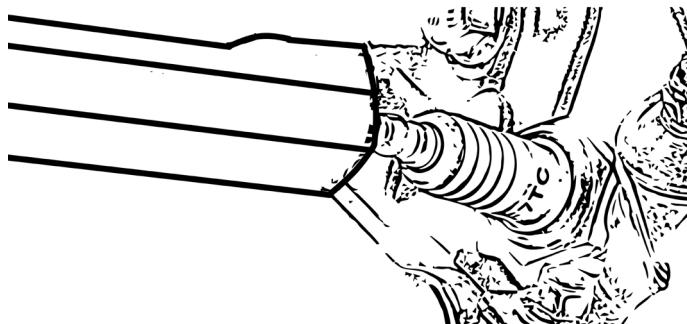

Abbildung 18
- Lösen Sie die Zündkerze mit Hilfe des Zündkerzenschlüssels, Abb. 18.